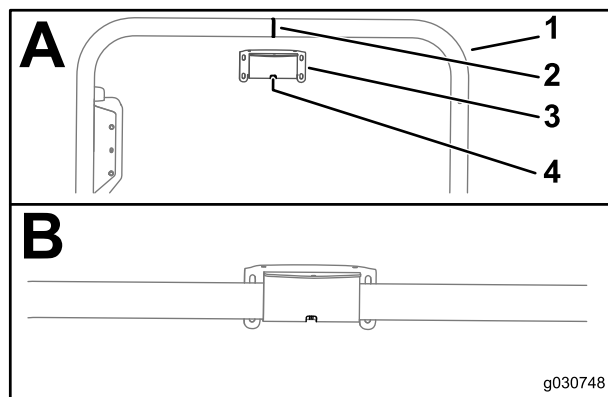

图 148
1. 将位于接收器安装架中心的槽与 ROPS 管中心的焊缝对齐图 148。